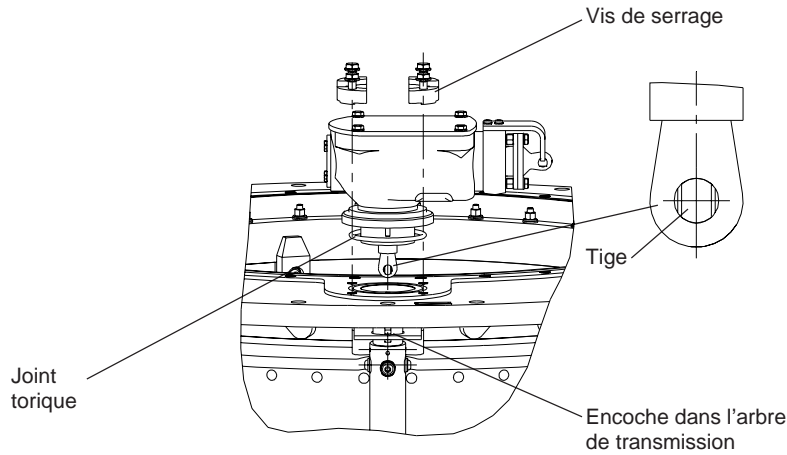

Fig. 27
7. Placer le joint torique de l'engrenage conique dans la gorge de la bride supérieure (voir fig. 27). Remonter le bloc d'engrenages dans sa position d'avant le démontage et s'assurer que la tige de l'extrémité de la rotule s'adapte dans l'encoche prévue sans devoir faire tourner l'arbre de transmission. Fixer le bloc d'engrenages dans la bride au moyen de quatre vis de pression M10x30 et de rondelles.